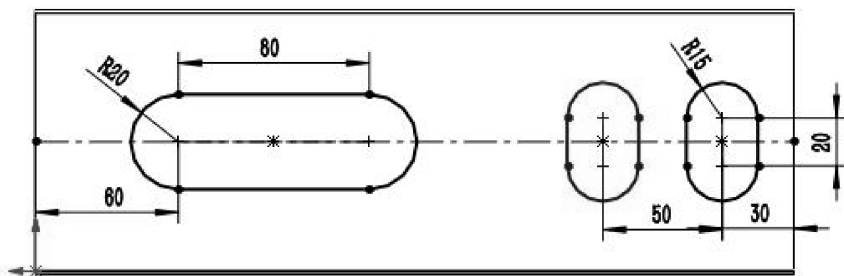

图 6-25 绘制草图
- 04 单击【钣金】选项卡中的【拉伸切除】按钮，选择零件的底面作为草图平面，绘制如图 6-25 所示的草图。